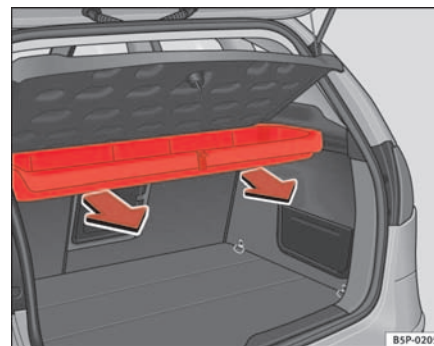

Fig. 122 Smontaggio cassetto portaoggetti
- Tirare all'infuori facendo uscire il cassetto dai perni ⇒ pag. 151, fig. 122.